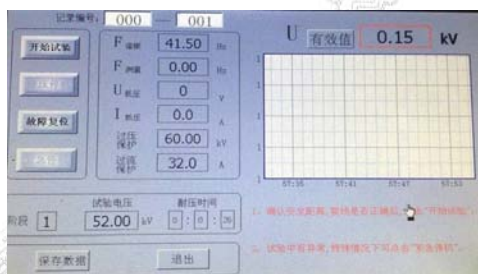

图 6
- (13) 自动试验: 当“参数配置”设置完时, 点击“自动试验”, 进入“自动试验”界面, 显示界面如图 6。